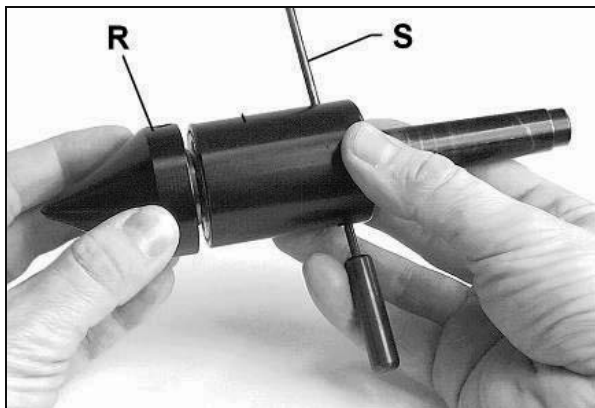

Abb. 35
Zum Abschrauben der Kegelspitze (R, Abb. 35) muss die Spindel mit dem gelieferten Querstift (S) festgesetzt werden.